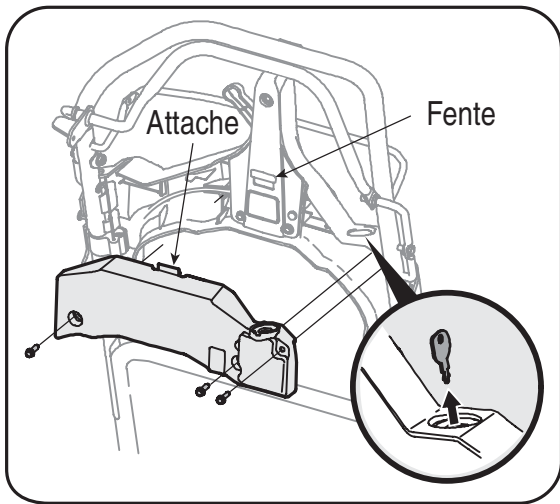

Figure 5-6
3. Dégagez soigneusement le harnais rigide de l'habitacle de la commande de la vitesse variable. Voir la Figure 5-6.
4. Retirez prudemment la batterie usagée et installez la batterie neuve. Branchez le fil positif sur le côté positif de la batterie, puis branchez le fil négatif sur le côté négatif. Voir la Figure 5-6.
IMPORTANT: Quand vous remplacez la batterie dans son harnais, assurez-vous de positionner la borne positive sur la gauche et la borne négative sur la droite du panneau. (La borne positive est la plus proche du commutateur à clé). Voir la Figure 5-6. Le positionnement incorrect de la batterie causera des dégâts graves.)